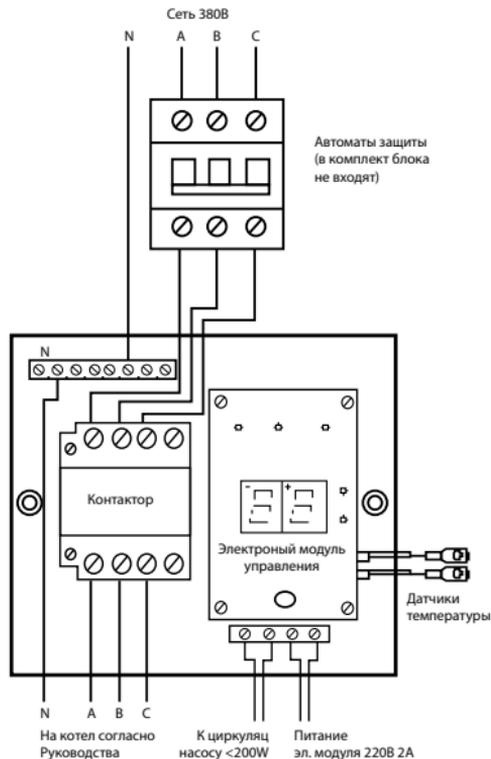

Рис.2. Схема подключения блоков «Навигатор Базовый».
5.4. Подключение сети питания модуля управления и силовых элементов блока осуществляется по схемам, приведенным на рис. 2–8. Выбор диаметра сечения силовых кабелей и мощностей коммутационных устройств производят в зависимости от мощности котла. Установка автоматов защиты перед входом в блок Навигатор обязательна.